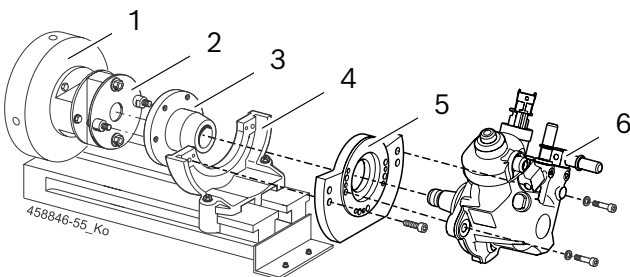

Fig. 1: Serrare la CP4
1. Fissare il giunto di comando 1 686 401 024 (fig. 1, pos. 2) sul volano (fig. 1, pos. 1) dell'EPS 708. La coppia di serraggio delle viti di fissaggio è di 95 ± 2 Nm.
2. Fissare la flangia di bloccaggio (fig. 1, pos. 5) alla CP4 (fig. 1, pos. 6).
3. Inserire e fissare la CP4 con la flangia di bloccaggio nell'angolo di bloccaggio (fig. 1, pos. 4).
4. Fissare la flangia di trascinamento (fig. 1, pos. 3) sull'albero motore della CP4. Coppia di serraggio del bullone: $80 + 10$ Nm.